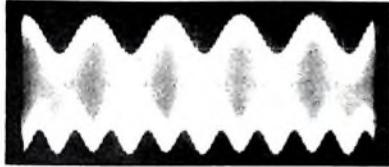

Bild 1 Stereo-Gesamtsignal nach Zulugung des 38-kHz-Hilfsträgers
hat (Bild 1). Aus dem Gesamtsignal mit den Hüllkurven nach Gl (2) lassen sich die Signale  $L(t)$  und  $R(t)$  unter der Voraussetzung, daß stets  $U_T > 2R(t)$  beziehungsweise  $U_T > 2L(t)$  erfüllt ist, leicht mittels zweier verschieden gepolter Dioden getrennt eliminieren. Eine genaue
Trennung der beiden Signale ist allerdings nur bei reiner Spitzengleichrichtung gegeben. Aus diesem Grund muß der Stromflußwinkel der Dioden und damit auch die Last an den Dioden klein sein. Die im Bild 1 noch zu erkennenden Anteile des Pilotträgers sind nach Gleichrichtung in der Deemphase so stark gedämpft, daß sie im NF-Verstärker nicht mehr stören.
Das Stereo-Signal wird am Emitter von  $T_1$  abgenommen und über das Korrekturglied  $R_4, C_4$  zu dem 38-kHz-Signal addiert. Am Punkt A entsteht dabei ein Signal entsprechend Bild 1. Mit Hilfe der Dioden  $D_1$  und  $D_2$  erfolgt anschließend die Gewinnung der Signale für den linken und rechten Kanal aus den Hüllkurven des Gesamtsignals.